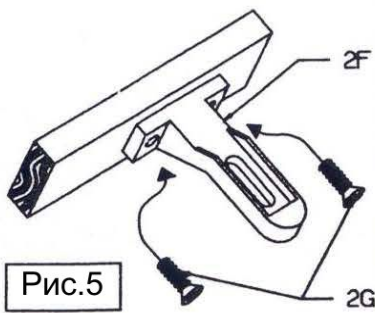

Рис.5
- Закрепите опору 2F на крыле с помощью винтов 2G (см. Рисунок 5).